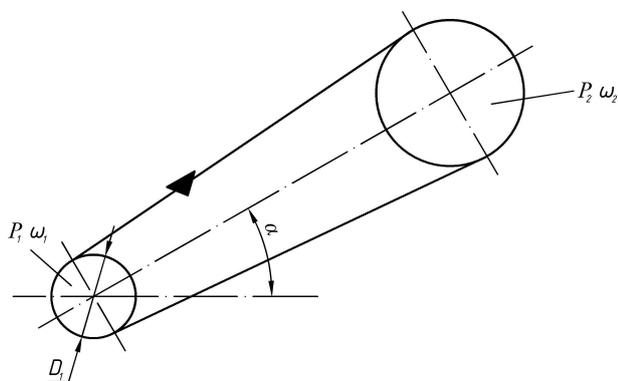

Рис. 6.3. Расчетная схема к задаче № 3
3. Рассчитать клиноременную передачу (рис. 6.3). Мощность P_1 передаваемая ведущим шкивом, угловая скорость ω_1 , угловая скорость ведомого шкива ω_2 и угол наклона передачи α приведены в табл. 6.3. Режимом работы задаться.